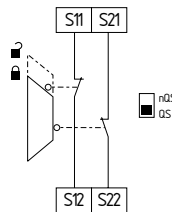

Fig. 12
**Circuito de monitorização de porta de proteção de dois canais dispositivos de interrupção conforme ISO 14119 (ver Fig. 12)**